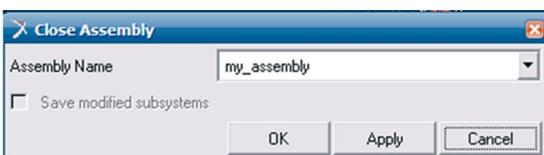

Figura 4.210 – Selecionando o *Assembly* a ser encerrado.
- A caixa de diálogo *Close Assembly* será aberta. Selecione o *Assembly* a ser encerrado e clique em *OK* (Figura 4.210).